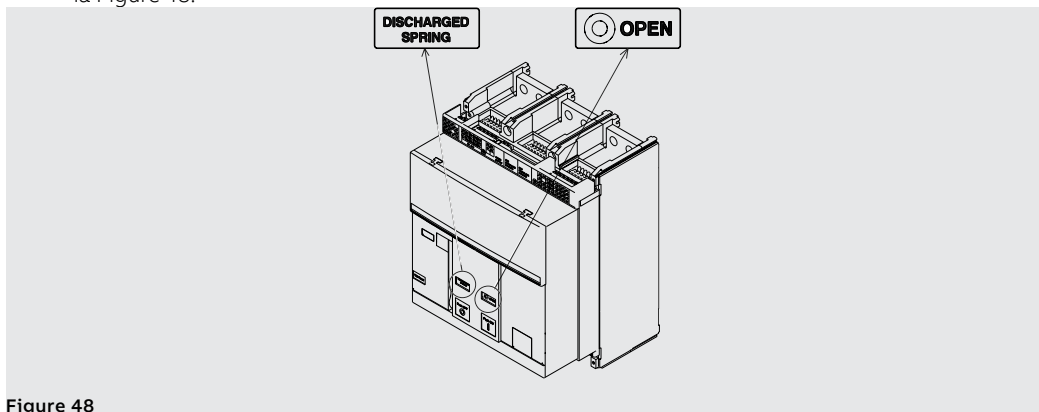

Figure 48
7. Contrôler que le disjoncteur soit ouvert (indicateur ouvert/fermé "O - OPEN"), et contrôler que les ressorts sont débandés (indicateur ressorts "blanc - DISCHARGED SPRING") comme indiqué dans la Figure 48.